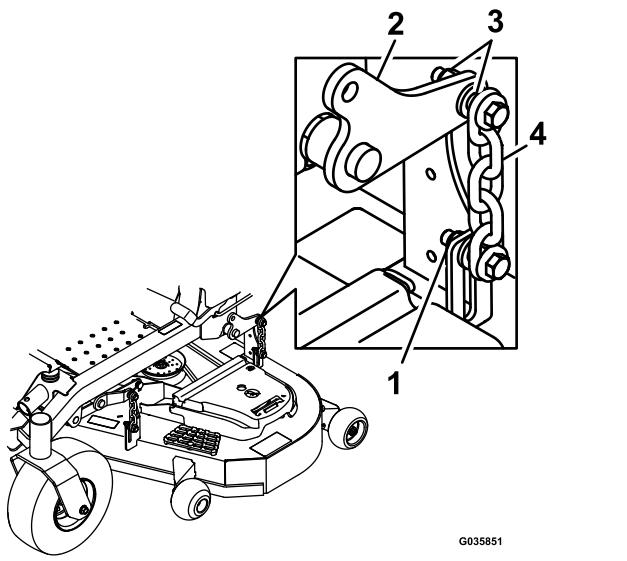

Figura 80
13. Afloje las contratuerca (Figura 80) en las 4 esquinas y compruebe que la carcasa de corte está bien asentada sobre los cuatro bloques.